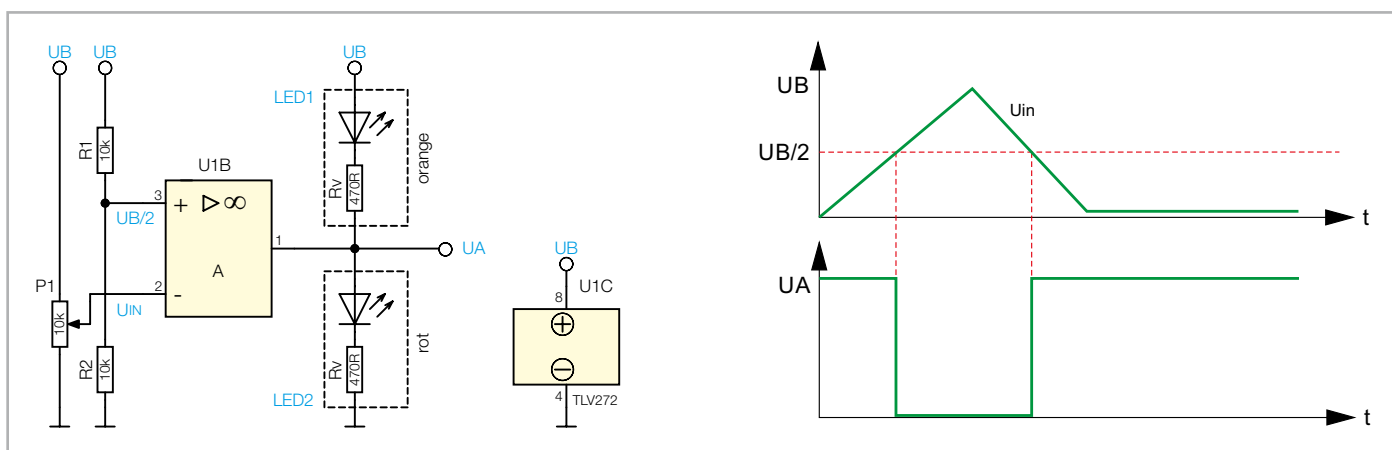

Bild 3: Grundschaltung eines Komparators (invertierend) mit Kennlinie
Die erste Grundschaltung, die wir näher betrachten wollen, ist ein invertierender Komparator, der in Bild 3 dargestellt ist. Die Ausgangszustände des Komparators werden hier durch zwei LEDs angezeigt. Bei einem High-Potential am Ausgang leuchtet die untere LED2 (rot) auf, während bei einem Low-Potential die obere LED1 (orange) aufleuchtet.
Die Eingangsspannung wird mit dem Potentiometer P1 vorgegeben und erstreckt sich über den vollen Betriebsspannungsbereich. Diese Spannung führt auf den invertierenden Eingang (-). Die Schaltschwelle am nichtinvertierenden Eingang (+) ist mit dem Spannungsteiler R1/R2 fest auf $U_B/2$ festgelegt. Im Diagramm (Bild 3, rechts) ist zu erkennen, was am Ausgang (UA) passiert, wenn man die Eingangsspannung verändert (grüne Kennlinie). Bei einer Eingangsspannung von 0 V liegt am Ausgang (UA) High-Potential, da der Operationsverstärker das Eingangssignal invertiert. Erreicht die Eingangsspannung den Wert der Schaltschwelle ($U_B/2$), wechselt der Ausgang auf Low-Potential. Solange die Eingangsspannung sich oberhalb der